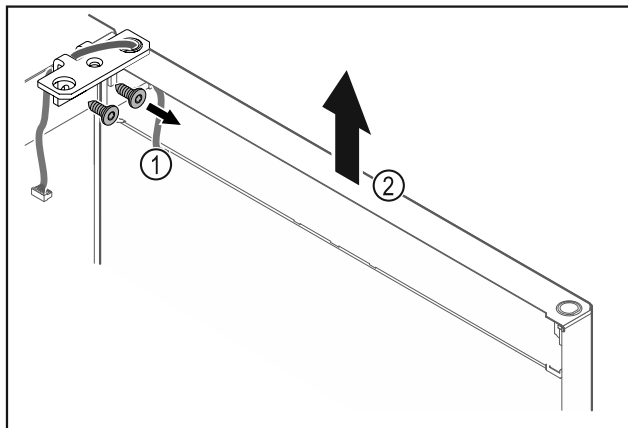

Fig. 18
- ▶ Развинтете ъгъла на пантата Fig. 18 (1).
- ▶ Повдигнете вратата заедно с ъгъла на пантата Fig. 18 (2) приблизително 200 mm право нагоре и я свалете.